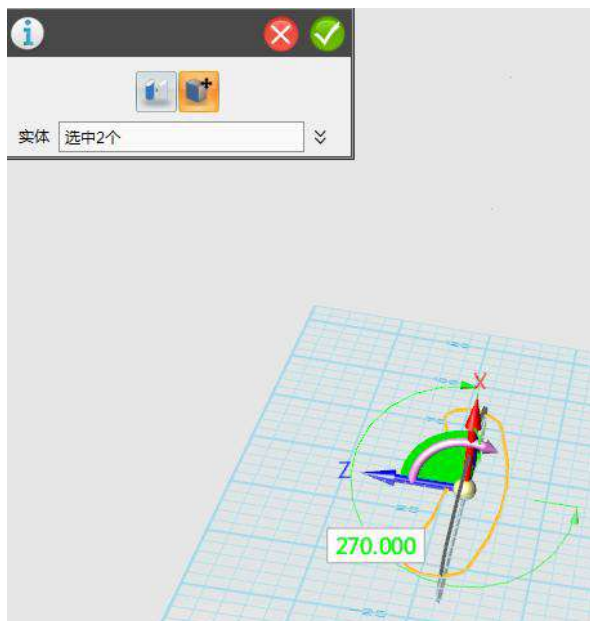

图 1-13
Step 13 重复绘制靠垫的步骤，继续绘制床的靠背部分，靠背草图如下图 1-13 所示：